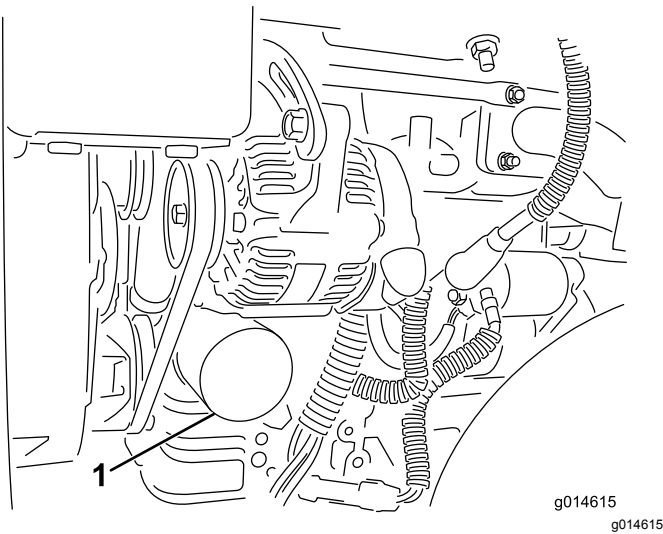

Bild 44
2. Entfernen Sie den Ölfilter (Bild 44). Ölen Sie die neue Dichtung am Ölfilter leicht mit frischem Öl ein.